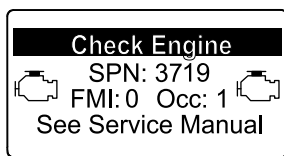

Figura 47
- Avvertenza motore SPN 3719, FMI 0 (Figura 47)